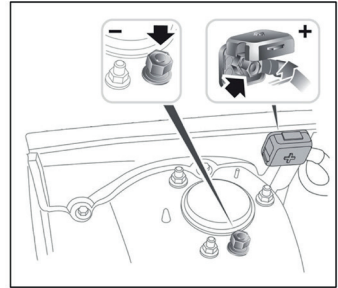

Fig. 4
**FORSIGTIG:** Test ikke gennem opstartsterminalerne. På modeller, hvor batteriet er monteret under sædet eller i bagagerummet, har producenten normalt anbragt startklemmerne under motorhjelm (fig. 4) for at lette starten. Men for at sikre nøjagtige data og sikker drift må du **IKKE TILSLUTTE TESTEN TIL STARTKOBLINGERNE.**